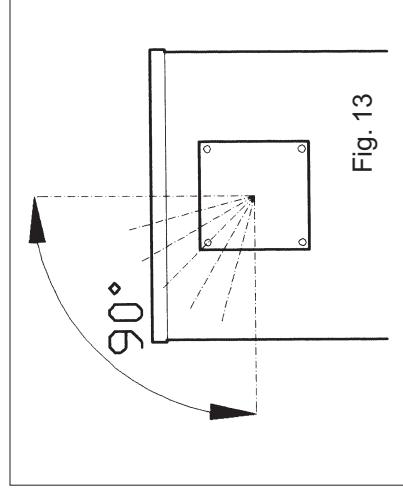
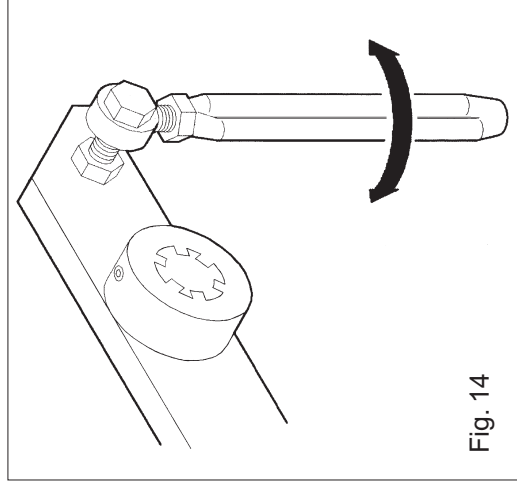

Fig. 13
Fig. 14
- 10) Posicionarse posteriormente a la barrera y controlar que la rotación de la plancha con el árbol forme un ángulo de 90° (fig.13); si es necesario volver a controlar la posición de la palanca mando o, para pequeños ajustes, actuar sobre el brazo mando asta. (fig.14).
- 10) Stand behind the barrier and check that rotation of the plate with the shaft creates an angle of 90° (fig. 13); if necessary check the position of the control lever again or, for small adjustments, use the bar control arm. (fig. 14).